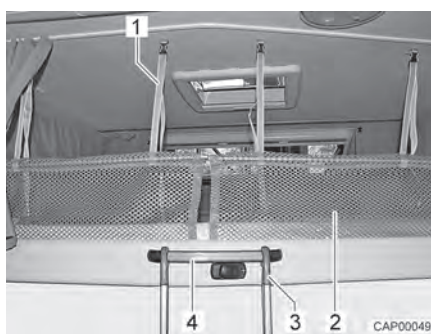

Fig. 73 Escalera de ascenso y red de seguridad
- Enganchar la escalera de ascenso (Fig. 73,3) con las dos horquillas en el asidero (Fig. 73,4) de la cama elevada.
Las redes de seguridad (Fig. 73,2) con los cinturones de sujeción están guardadas debajo del colchón. Extender las redes de seguridad apenas cuando las personas ya se encuentren en la cama elevada.
- Engatillar las cinturones de sujeción (Fig. 73,1) en los soportes en el techo.